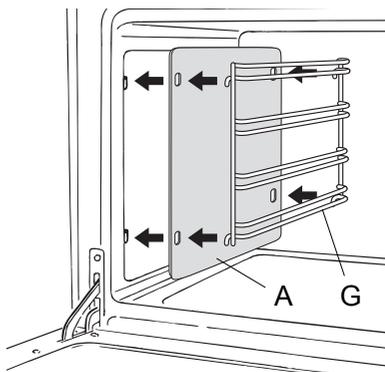

Fig. G1
Vous pouvez démonter les gradins (G) en les soulevant des encoches pour un nettoyage facilité. Lorsque vous remontez les gradins, n'oubliez pas d'interposer les panneaux auto-dégraissants (A) (voir fig. G1).